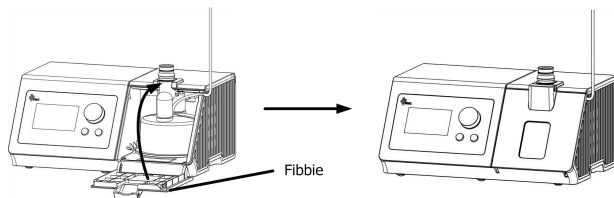

Fig. 11-9
(4) **Chiudere il coperchio della camera d'acqua:** chiudere il coperchio della camera d'acqua lungo la direzione mostrata in Fig. 11-9, e le fibbie su entrambi i lati del coperchio della camera d'acqua saranno bloccate nella fessura della posizione corrispondente del dispositivo.